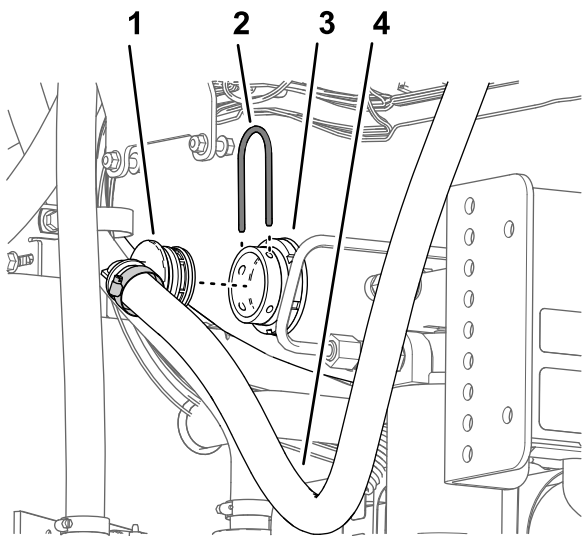

图61
2. 卸下将旁通软管下端的90°宝塔接头固定至打药机药缸隔板接头的大卡环图61。